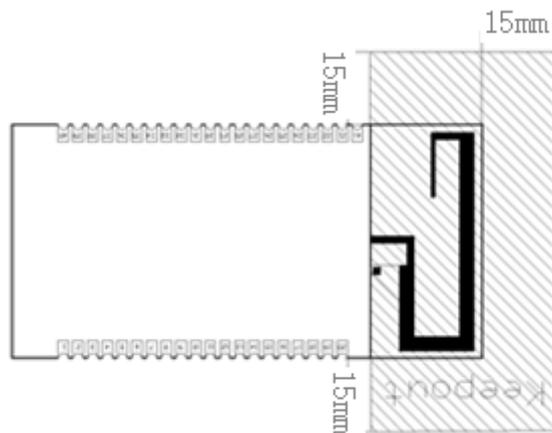

图 10 PCB 天线最小净空区（单位：mm）
- 请根据回流焊曲线图进行 SMT 贴片，峰值温度 245°C，回流焊温度曲线如 5.5 节图 10 所示；